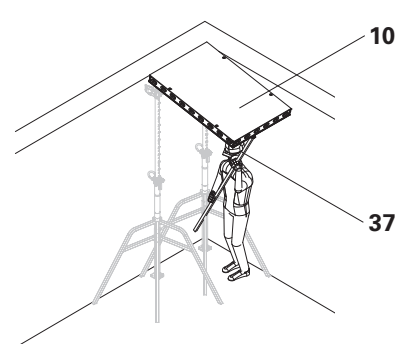
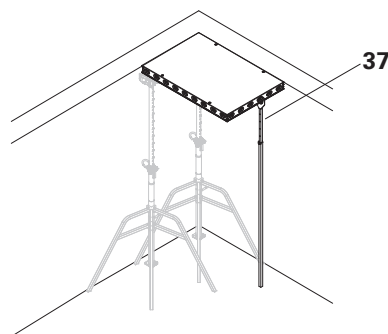

Fig. D2.03
Fig. D2.03a
4. Faire pivoter le panneau vers le haut à l'aide de la barre de montage DUO (37) (fig. D2.03) et le maintenir sur la barre de montage. (Fig. D2.03a)